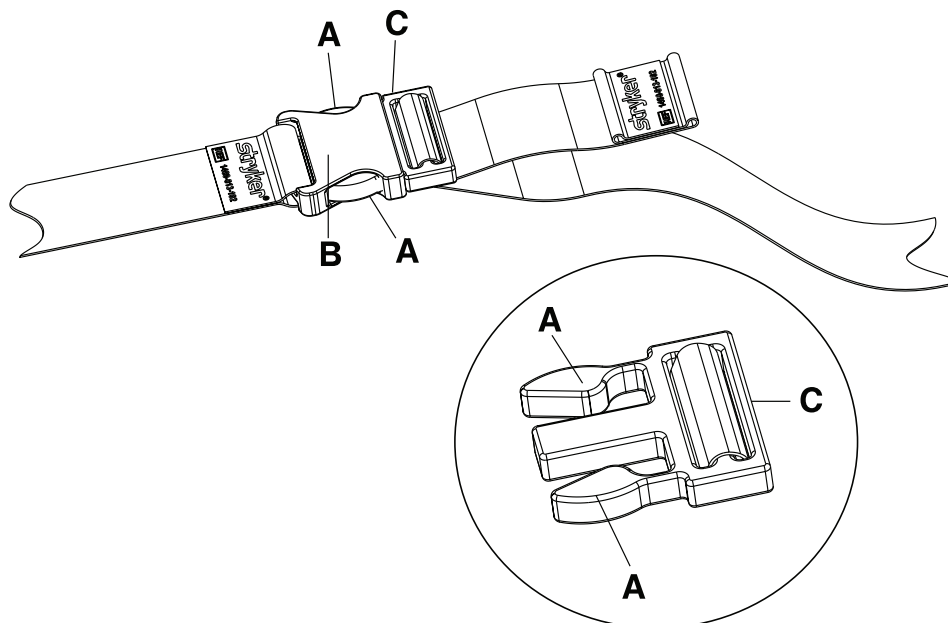
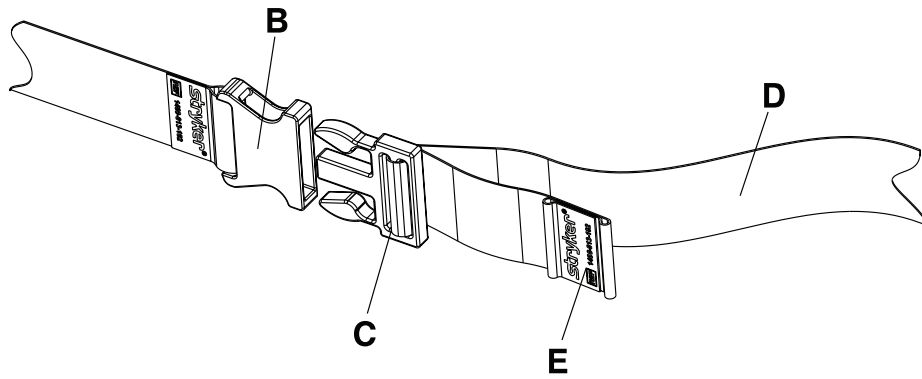

Fig. 8-16: Sådan åbnes hofteselen
Fig. 8-17: Sådan lukkes hofteselen
- Sådan åbnes hofteselen (Fig. 8-16 på side 8-28):**
- Klem på tapperne (A) på spændets lås.
- Træk i spændets hoveddel (B) og i låsen (C) for at frigøre delene.
- Sådan lukkes hofteselen (Fig. 8-17 på side 8-29):**
- Skub låsen (C) ind i spændets hoveddel (B), indtil der høres en kliklyd.
- Hold fast i låsen (C) med den ene hånd (Fig. 8-16 på side 8-28).
- Hold fast i selen (D) med den modsatte hånd (Fig. 8-17 på side 8-29).
- Træk selen ud igennem låsen (C), indtil du har nået den ønskede længde.
- Hold fast i spændets hoveddel (B) med den ene hånd (Fig. 8-16 på side 8-28).
- Hold fast i selens syede ende (E) med den modsatte hånd (Fig. 8-17 på side 8-29).
- Træk selen igennem låsen (C), indtil du har nået den ønskede længde.
- Sørg for at låsen (C) er sikker. Vær sikker på at den overskydende del af selen ikke hænger løst eller kan vikles ind i hjulet.